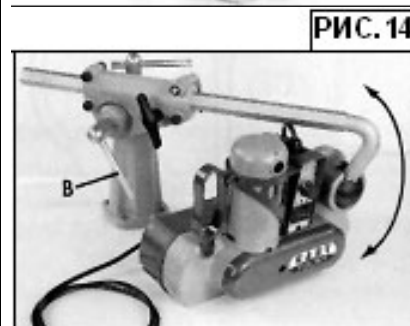

РИС.14
3. Ослабьте рычаг (В), чтобы отрегулировать положение маломощного фидера вверх или вниз. См. РИС. 14.